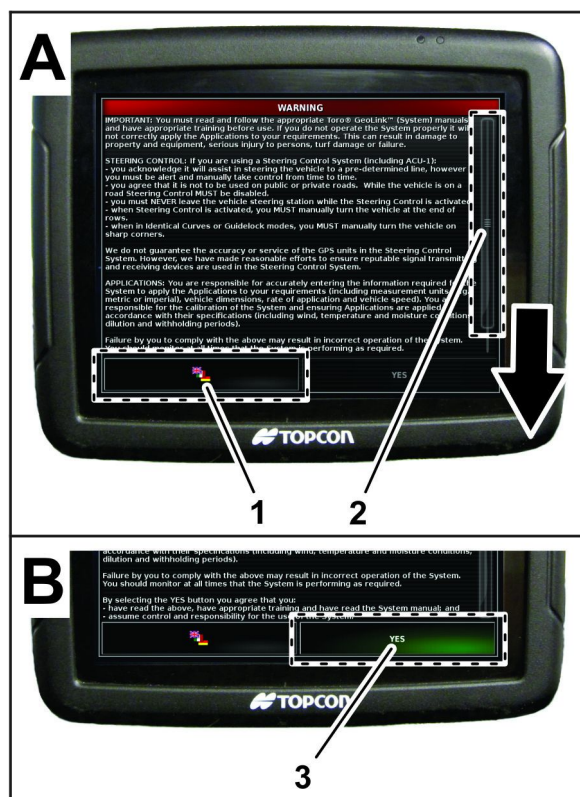

Рисунок 14
1. Если необходимо, нажмите на значок выбора языков, чтобы изменить язык интерфейса дисплея X25 (Рисунок 14).
3. Прочтите «Лицензионное соглашение конечного пользователя» (Рисунок 14).
Используя полосу прокрутки, перейдите к нижней части экрана. Значок «Да» станет зеленым (Рисунок 14).
4. Нажмите на значок ДА, чтобы перейти на главный экран (Рисунок 14).